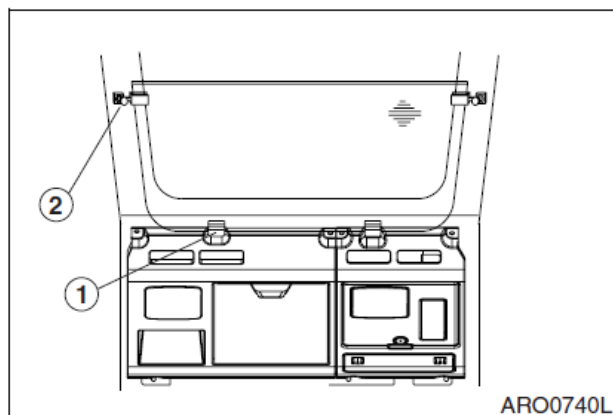

Рис. 116
- Установить нижнее стекло в резиновые держатели (1, рис.116), расположенные за сиденьем водителя. Прикрепить окно правой и левой ручками (2) к корпусу кабины.